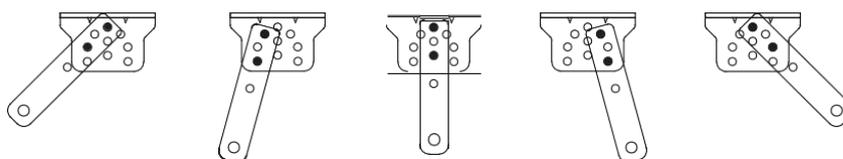

Figura 5
2. El soporte de conexión y el soporte de pared pueden conectarse según las condiciones de instalación, consulte la figura 5.